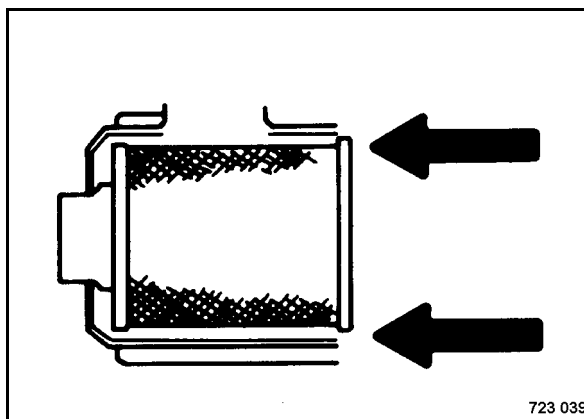

Fig. 54
- Colocar el filtro de aire (Fig. 54).